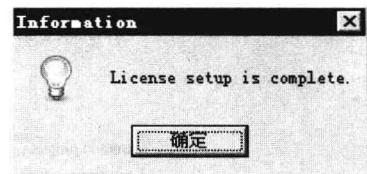

图 1-8 “Information” 对话框
⑧ 单击 **Next >** 按钮，开始进行安装。License 文件安装完成后，会弹出如图 1-8 的对话框，提示安装已经完成。